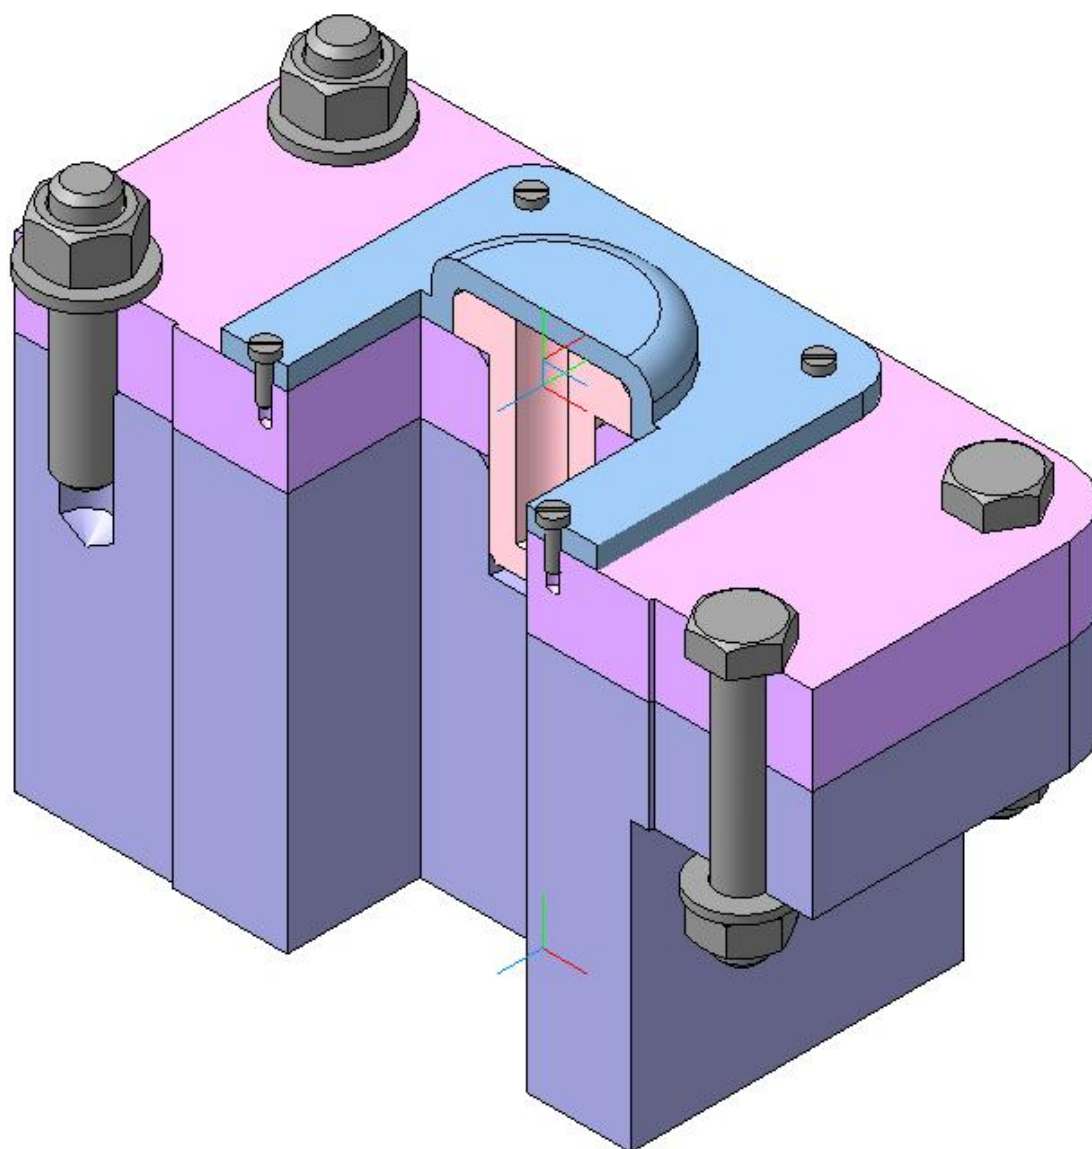

Рис. 73
6. Выполните полезный ступенчатый разрез, рис. 73.